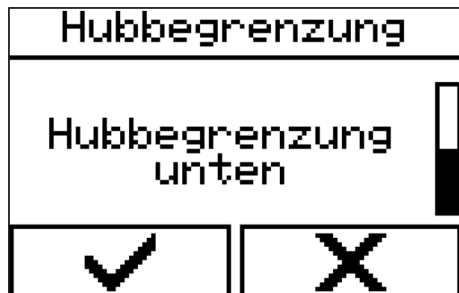

Abb. 99: Menü auswählen
1. ➤ Menü über „Steuerung“ → „Hubbegrenzung“ → „Hubbegrenzung unten“ (Abb. 99) auswählen.